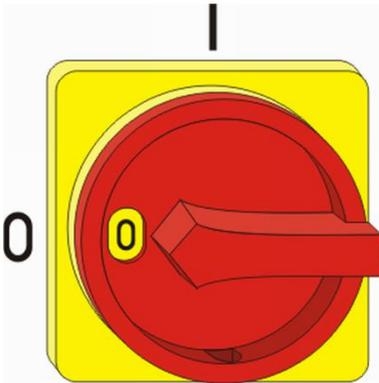

Abb. 32: Hauptschalter
1. Hauptschalter am Steuergerät in Stellung "0" bzw. "Off" (Abb. 32) drehen.